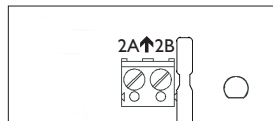

fig.2
- ➔ Die zum Regler abgehende Leitung mit beliebiger Polung von oben an die Klemmen 2A und 2B anschließen (fig. 2).
- ➔ Connect the cable which leads to the controller to the terminals 2A and 2B with either polarity (fig. 2)
- ➔ Brancher le câble du régulateur sur les bornes 2A et 2B sans tenir compte de la polarité (fig. 2)
- ➔ Conecte el cable de alimentación del termostato a los terminales 2A y 2B desde arriba y sin tener en cuenta la polaridad del mismo (fig. 2)
- ➔ Collegare il cavo di alimentazione della centralina ai morsetti 2A e 2B dall'alto e con polarità indifferente (fig. 2)